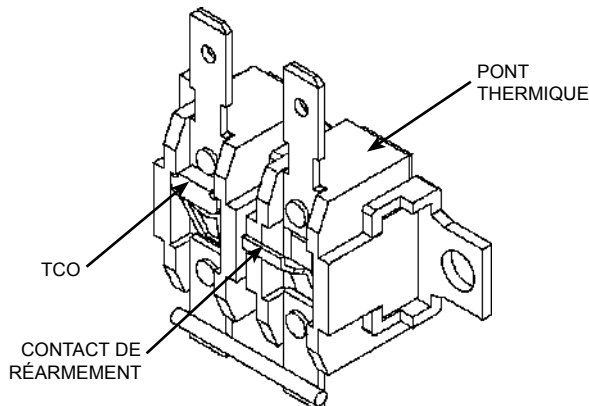

Figure 20 Interrupteur thermique à double action (TCO)
3. Appuyez avec vos doigts sur le contact situé sur la partie avant-droite de l'interrupteur thermique (TCO) (voir Figure 20), jusqu'à ce que vous entendiez un déclic. N'utilisez pas d'outil métallique, comme un tournevis, pour appuyer sur le contact de l'interrupteur thermique (TCO).